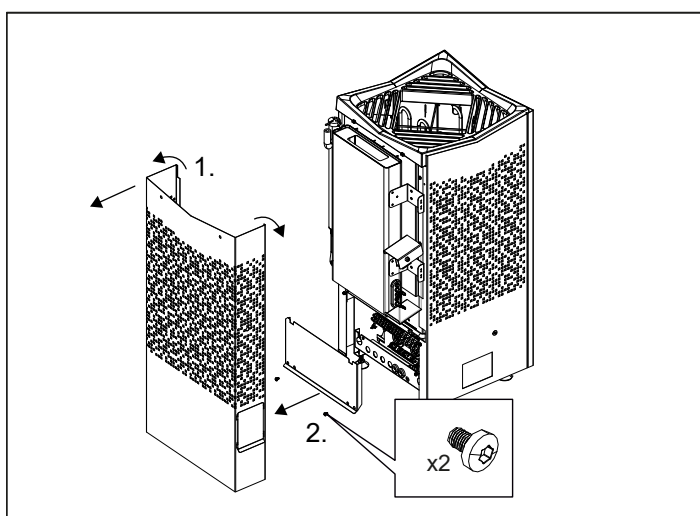

Fig 10: Ta bort bakstycket och bakre inkopplingsluckan.
4. Flexa ut sidorna och lyft av bakstycket (se 1. fig 10). Lossa luckan för att kunna koppla in aggregatet. (se 2. fig 10)